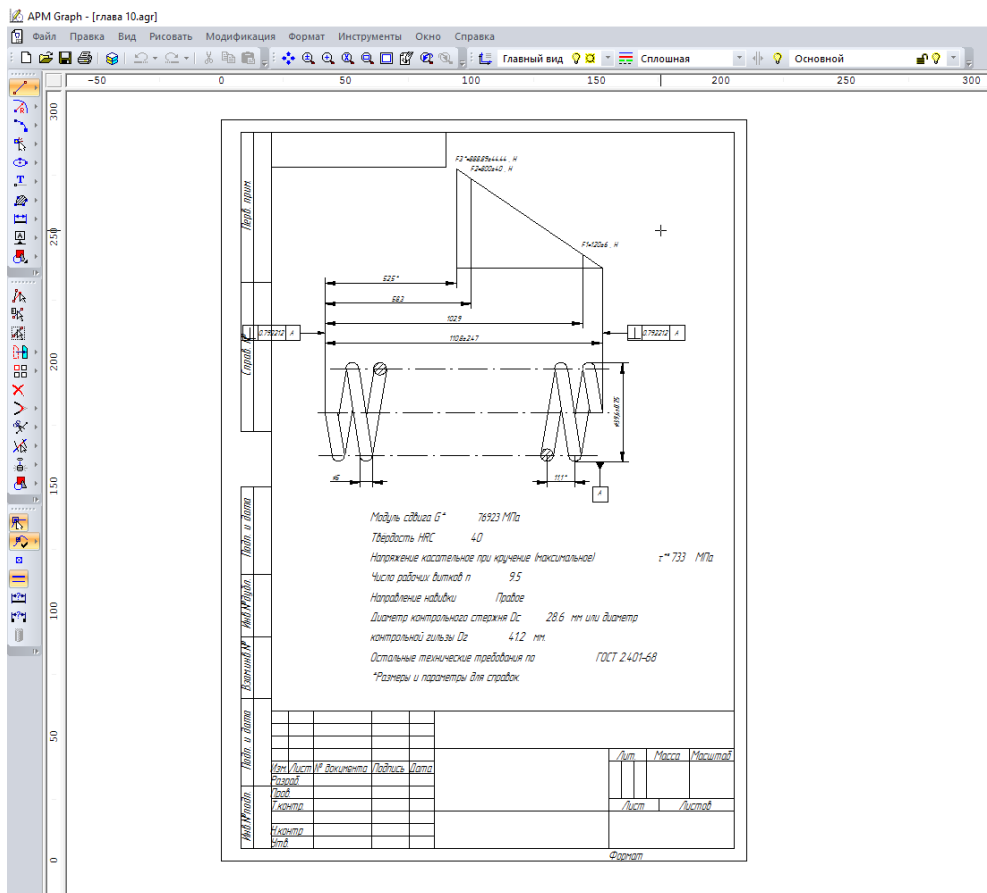

Рис. 10.6
7.4. Сохранение файла чертежа. Для завершения генерации чертежа необходимо в окне «Черчение» (меню **Сохранить...**) сохранить этот чертеж в виде файла с расширением ***.agr**. После этого произойдет запуск плоского графического редактора **APM Graph**, в окне которого и будет показан чертеж рассчитанной пружины (рис. 10.6).